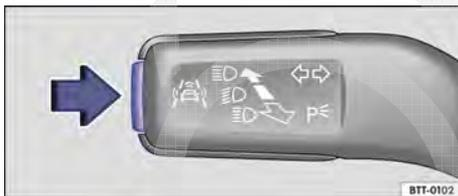

Fig. 48 Na alavanca dos indicadores de direção e do farol alto à esquerda da coluna de direção: botão dos sistemas de assistência ao condutor.
- Pressionar o botão → Fig. 48 (seta) brevemente para acessar o menu **Assistentes**.
- Pressionar o botão → Fig. 48 (seta) **por mais de um segundo** para ligar ou desligar os sistemas de assistência ao condutor selecionados no menu **Assistentes**.